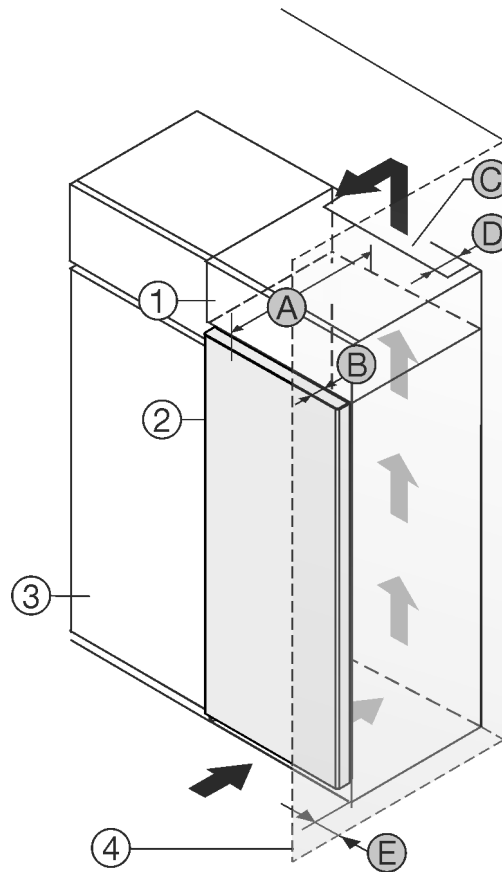

Fig. 1
Puede colocar el electrodoméstico directamente al lado del armario de cocina Fig. 1 (3).\*
En la parte trasera del armario superior debe haber una cámara de salida de aire con una profundidad Fig. 1 (D) que abarque toda la anchura del armario.\*
Bajo el techo de la estancia debe mantenerse la sección transversal de ventilación Fig. 1 (C).\*
Si el electrodoméstico se instala con las bisagras junto a una pared Fig. 1 (4), la distancia entre el electrodoméstico y la pared debe ser de como mínimo 13 mm.\*
Para poder abrir totalmente la puerta, el electrodoméstico debe sobresalir la profundidad de la puerta Fig. 1 (B) respecto del frente del armario de cocina. El electrodoméstico puede sobresalir más en función de la profundidad de los armarios de cocina Fig. 1 (3) y del uso de distanciadores de pared.\*